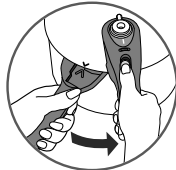

fig. 2
- Une main tenant la poignée longue de cuve (**L**), tournez avec l'autre main la poignée longue de couvercle (**F**) dans le sens inverse des aiguilles d'une montre, jusqu'à ouverture - fig. 2 .